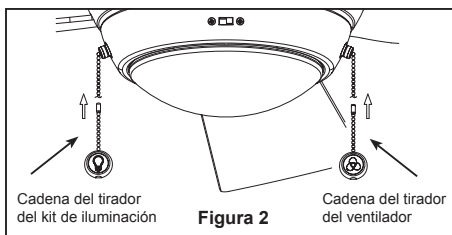

Figura 2
2. Retire el clip de horquilla y pasador de horquilla de la parte inferior de la bola para colgar. Retener el pasador y clip para la reinstalación en el paso 4. (Figura 2)
Debe colgar el ventilador a una distancia mínima de 2,13 m desde las aspas hasta el piso. (Figura 2)
- 2. Coloque y ajuste firmemente la cubierta para el tornillo de la base sobre los tornillos de reborde de la abrazadera para colgar mediante el mecanismo de seguro por giro del chavetero. (Figura 2)
- 2. Instale el ensamble de la placa de iluminación en el soporte utilizando las dos ranuras principales de conexión. Vuelva a colocar el tornillo retirados previamente y asegure los tres tornillos. (Figura 2)
2. Instale el cadena del tirador del ventilador y cadena del tirador del kit de iluminación. (Figura 2)